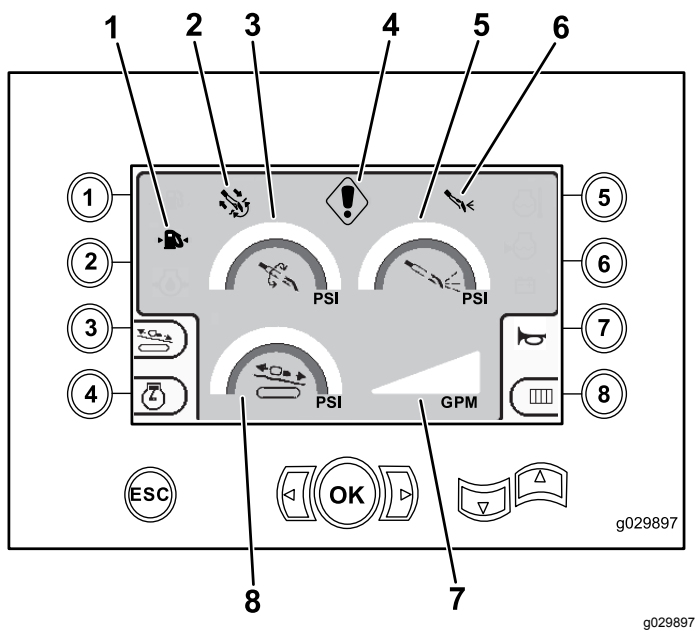

Bild 2
Dieser Bildschirm zeigt den Drehdruck, den Bohrflüssigkeitsdruck und den Wagendruck in psi sowie die Durchflussmenge der Bohrflüssigkeit in gpm an (Bild 2).
- Bohr- bzw. Motorfehlercode (Bild 2)
- Kraftstoffwarnleuchte (Bild 2)
- Bohrflüssigkeit ist in der EIN-Stellung (Bild 2)
- Automatisches Bohren ist in der EIN-Stellung (Bild 2)